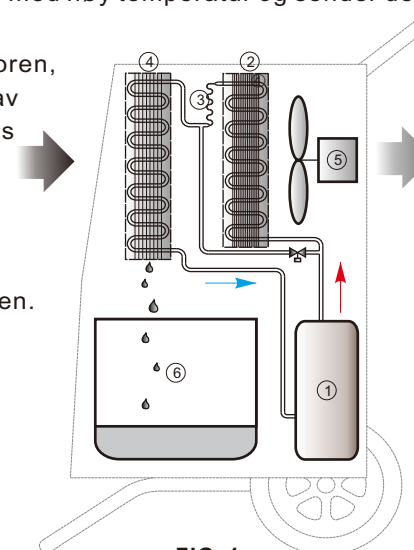

FIG . 1
(Se FIG. 1) MDR-lufttørkere er utformet basert på sirkulasjonssystemet for kjøleteknikk. Inne i dette hermetiske systemet pumper og komprimerer kompressoren (①) kjølemediet til gass med høy temperatur og sender denne til kondensatoren (②).